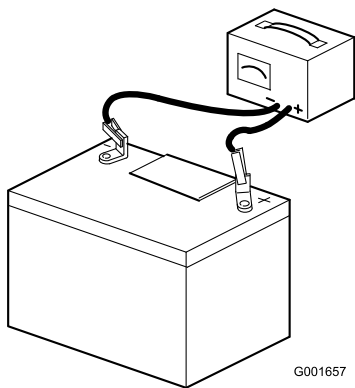

**Figura 32**
1. Retire os cliques que prendem a cobertura da bateria à caixa da bateria e retire a cobertura da caixa (Figura 32).